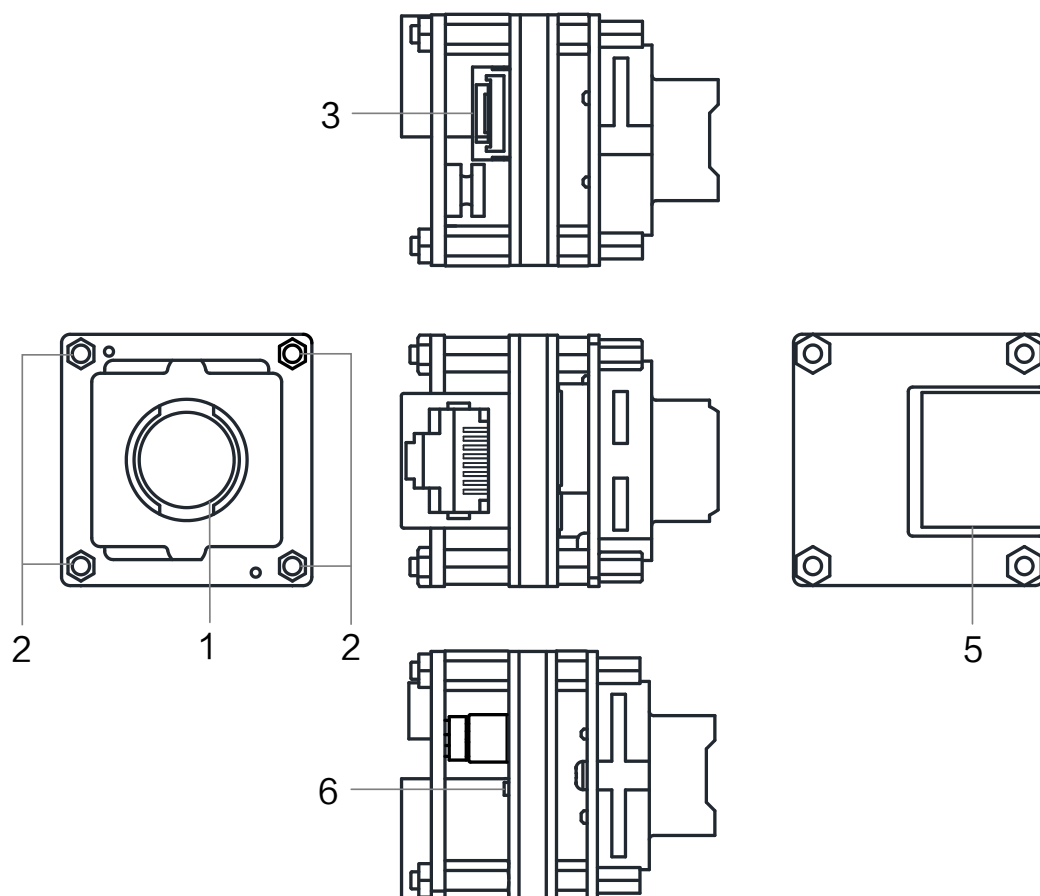

图1-4 M12 口镜头座, RJ45 网口相机外观
- 图 1-4 为 M12 口镜头座，RJ45 网口结构的相机外观。